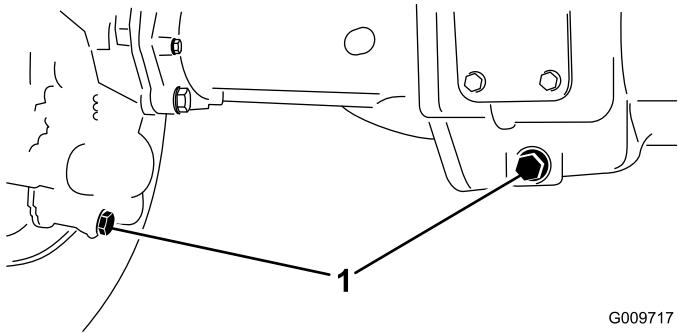

Figura 46
2. Pulite attorno ai tre tappi di sporgono, uno per lato ed uno in centro (Figura 46).